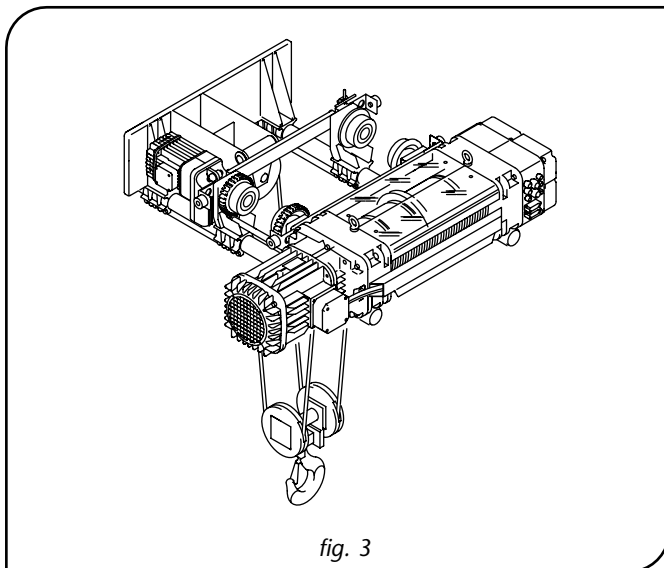

fig. 3
- **Con carrello elettrico di traslazione, monotrave, tipo DST/R:** (fig. 3)